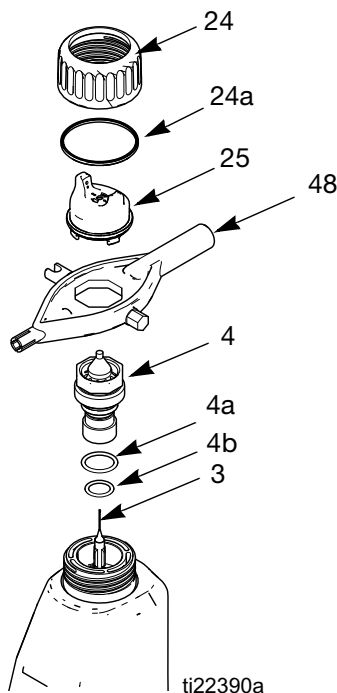

ABB. 18. Luftkappe und Düse ersetzen
2. Den Haltering (24) und die Luftkappe (25) entfernen. Siehe ABB. 18.
3. Die Pistole nach oben richten und gleichzeitig die Materialdüse (4) mit dem Multifunktionswerkzeug (48) entfernen.